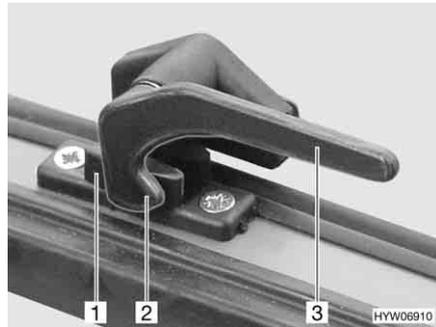

Bild 49 Verriegelungshebel in Stellung
- Den Verriegelungshebel (Bild 49,3) eine viertel Umdrehung zur Fenster-
- Den Verriegelungshebel (Bild 49,3) eine viertel Umdrehung zum Fenster-
rahmen hin drehen. Die Verriegelungsnase (Bild 49,2) liegt auf der Innen-
seite der Fensterverriegelung (Bild 49,1).
- in Stellung "fest verschlossen" (Bild 49)